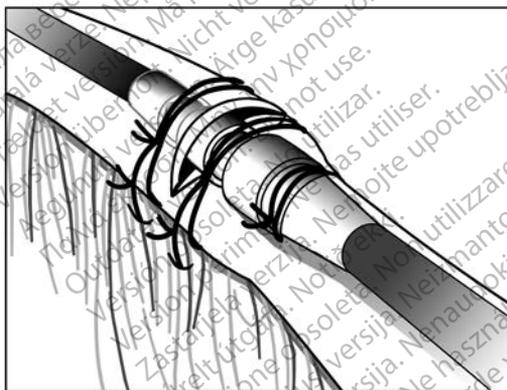

Abbildung 12. Beispiel einer Nahtmanschette, Implantation über eine Vene
3. Verwenden Sie dieselbe Rille, um die Elektrode und die Vene an der benachbarten Faszie (Abbildung 12 Beispiel einer Nahtmanschette, Implantation über eine Vene auf Seite 29) zu fixieren.